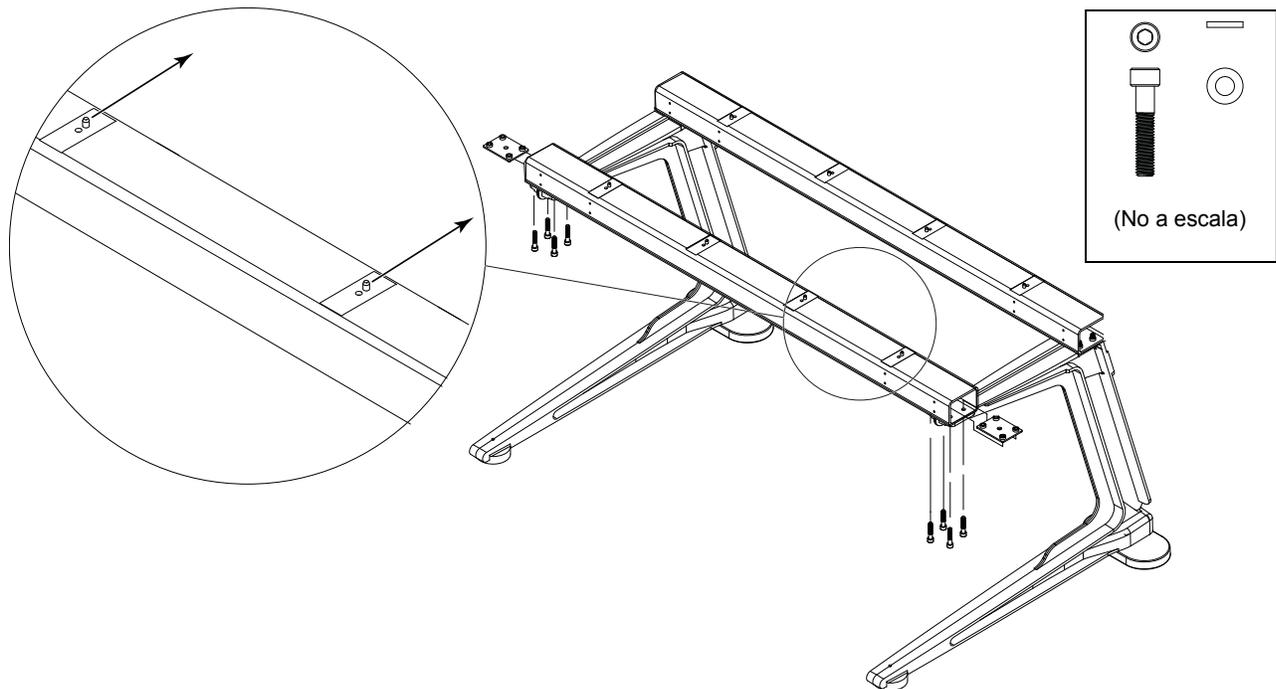

Figura 4. Orientación de los salientes de la parte frontal del travesaño
- 2 Mediante cuatro tornillos y arandelas (incluidos) por kit, une el travesaño de modo que cruce la parte frontal de las patas, utilizando dos placas de montaje de travesaño, según se muestra en la Figura 4. No aprietes los tornillos.